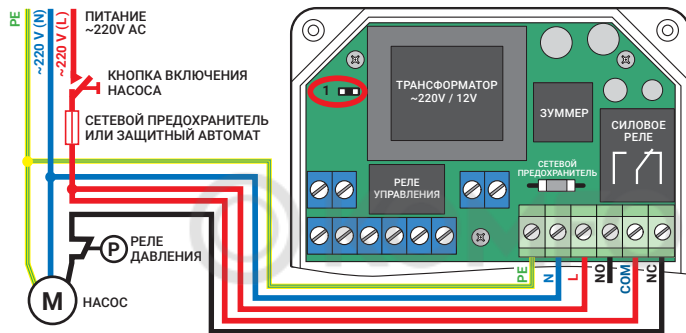

Рис. 9. Схема подключения скважного насоса в системе водоснабжения загородного дома
6.7. Рис. 9. Схема подключения к блоку управления скважинного насоса в системе водоснабжения загородного дома.